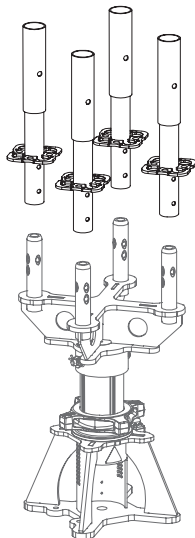

Fig. A1.04a
2. Spingere i montanti di base UVB-25 (3) sui perni del raccordo UJC (2) (Fig. A1.04a + A1.04b).